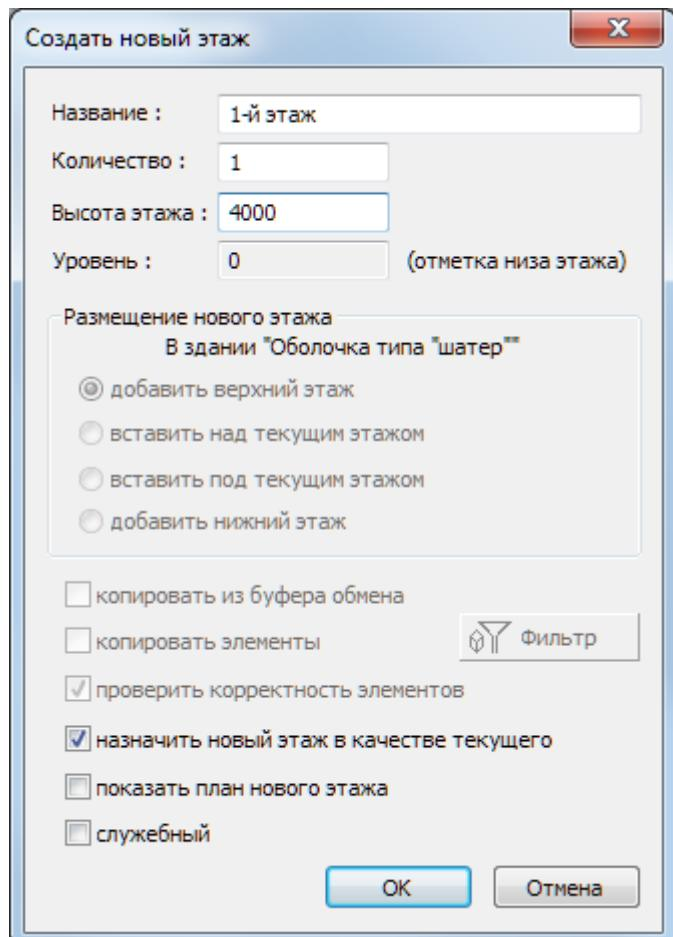

Рис. 2.2. Диалоговое окно Создать новый этаж
- В поле ввода **Высота этажа** введите значение «4000» (рис.2.2)